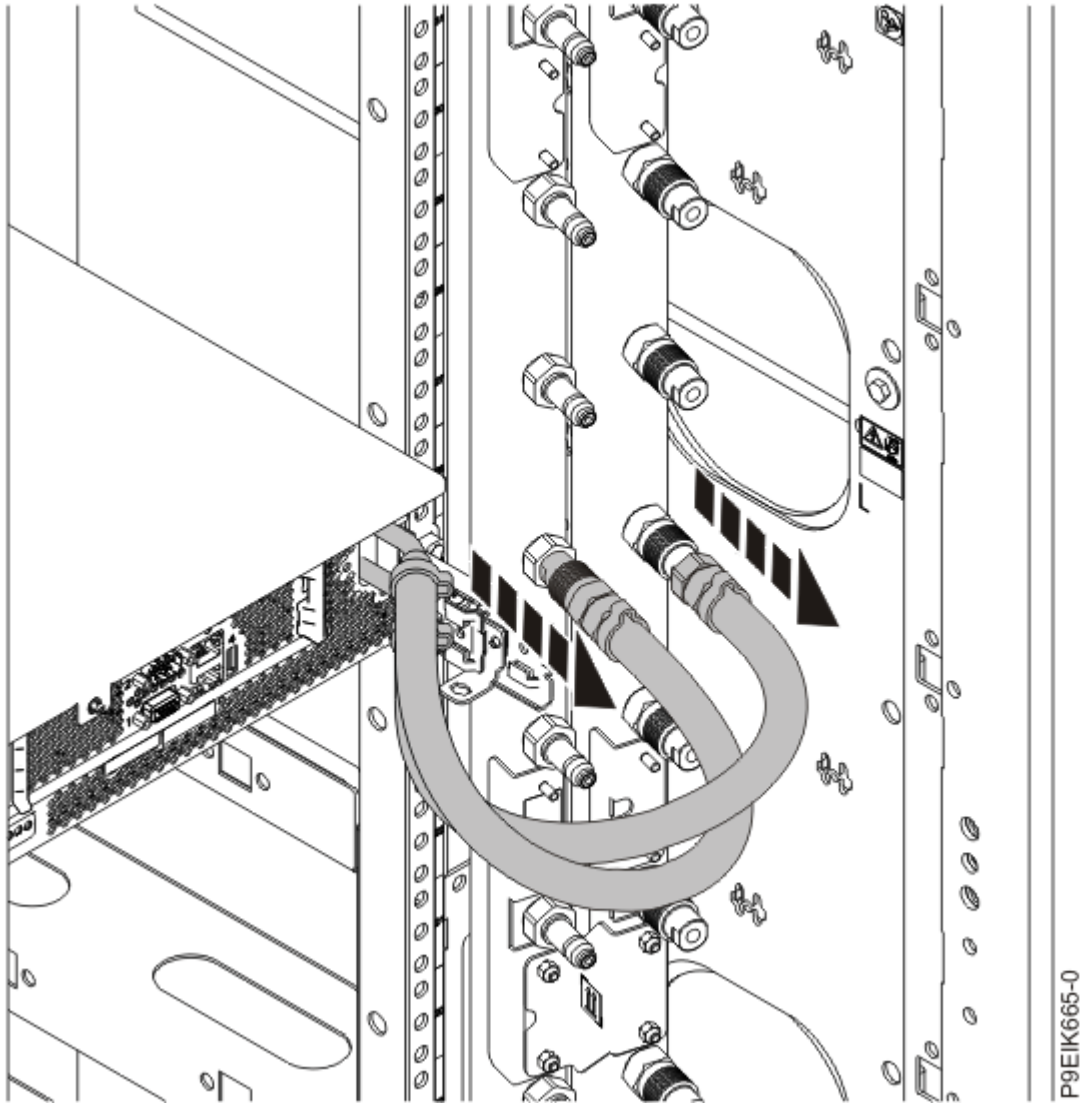

Figure 179. Débranchement des conduites d'eau
8. Étiquetez et débranchez les conduites d'eau reliant le collecteur à chaque serveur dans l'armoire. Tirez le raccord vers vous pour débrancher chaque conduite d'eau (voir Figure 179, à la page 200).